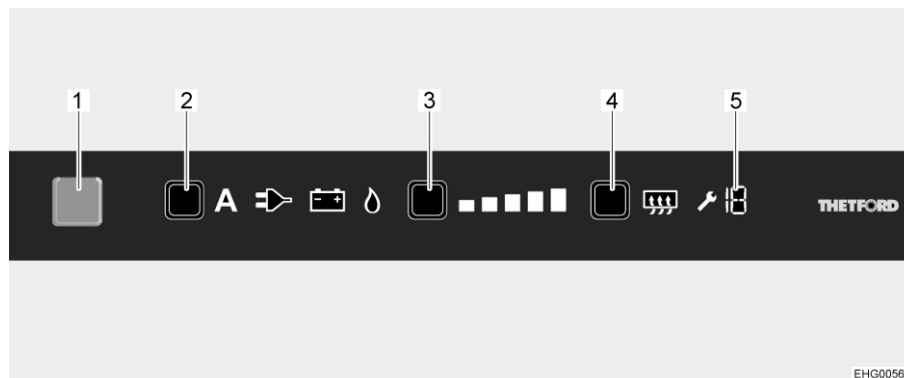

Fig. 148 Écran tactile LCD
- Appuyer sur la touche Marche/Arrêt (Fig. 148,1) pendant 1 seconde. La touche s'allume en bleu. Le dernier réglage choisi est affiché.
- Appuyer plusieurs fois sur la touche de sélection de source d'énergie (Fig. 148,2) jusqu'à ce que la source d'énergie désirée soit sélectionnée.
- Appuyer plusieurs fois sur la touche de degré de réfrigération (Fig. 148,3) jusqu'à ce que le degré de réfrigération désiré soit sélectionné. Le degré actuel de réfrigération est indiqué par barres lumineuses.
- Appuyer sur la touche Marche/Arrêt (Fig. 148,1) pendant env. 2 secondes. Toutes les lampes s'éteignent. Le réfrigérateur est coupé.